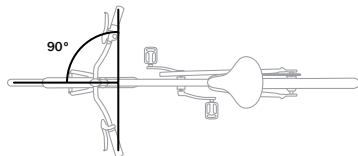

图 1.3: 车把和车座正确对齐。
- 确保把杆与车轮成 90 度角 (图 1.3)。
- 确保车座与自行车的中心对齐 (图 1.3)。